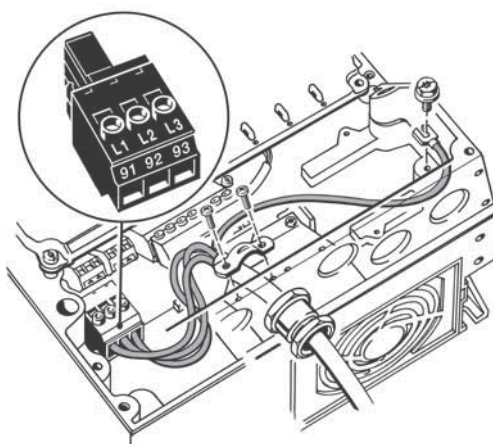

Рис. 12 Подключение питания, A4 и A5
1. Подключите заземляющий провод к клемме 95 (PE). См. рис. 12.